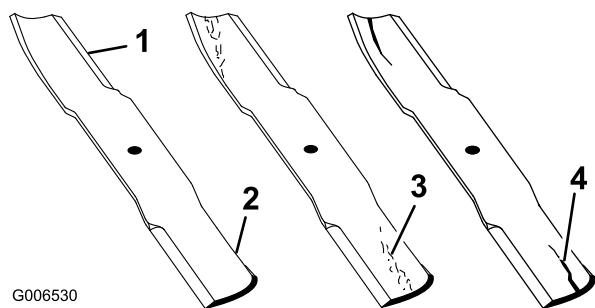

Figure 97
2. Examinez attentivement les tranchants de la lame, particulièrement au point de rencontre des parties plane et relevée (Figure 97). Le sable et les matières abrasives peuvent éroder le métal à cet endroit, c'est pourquoi il est important de contrôler l'état de la lame avant d'utiliser la tondeuse. Remplacez la lame si elle vous semble usée (Figure 97).
Si la lame est trop usée, une entaille se forme entre la partie relevée et la partie plane (Figure 97). La lame risque alors de se briser et un morceau peut alors être projeté du dessous de la machine, vous blessant gravement ou une personne à proximité.